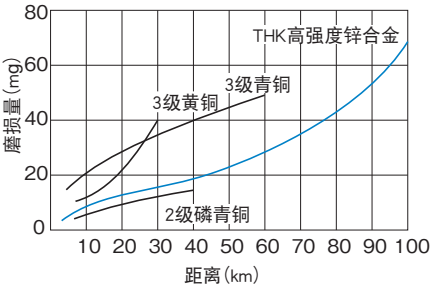

图1 高强度锌合金的耐磨损性
使用滑动轴承时, 用接触面压 (p) 与滑动速度 (V) 的乘积, 即 pV 值作为判断能否使用某种型号的基准。请使用图1中所示的相应 pV 值作为选择梯形丝杠的基准。pV 值还随润滑条件的不同而变化。
图1 pV值